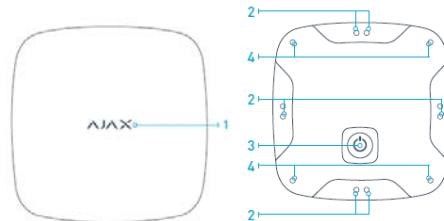

Figura 1. Rivelatore LeaksProtect di allagamento
4.1 Prima di installare il rivelatore, è necessario registrarlo nel sistema di sicurezza AJAX. Per registrare il rivelatore, è necessario commutare il rivelatore del sistema sicurezza AJAX sulla modalità «Aggiungi dispositivo» (il manuale del ricevitore spiega come farlo) e accendere il rivelatore tramite il tasto «3» [Figura 1] (il rivelatore viene commutato ON/OFF tenendo premuto il tasto per tre secondi). Quando si accende, il LED del rivelatore lampeggia in verde. La richiesta di registrazione viene trasmessa solo al momento in cui il rivelatore viene acceso. Se la registrazione del rivelatore per qualsiasi ragione non è avvenuta, il LED di LeaksProtect lampeggia 6 volte al secondo con luce verde, poi si spegne automaticamente (lampeggiando rapidamente 3 volte con luce rossa). Dopo ciò, il rivelatore può essere acceso nuovamente. Se il rivelatore è stato rimosso dall'elenco dei rivelatori registrati nel sistema di sicurezza, esso lampeggia anche 6 volte con un LED verde e si spegne automaticamente (lampeggiando rapidamente 3 volte con luce rossa). Il rivelatore di